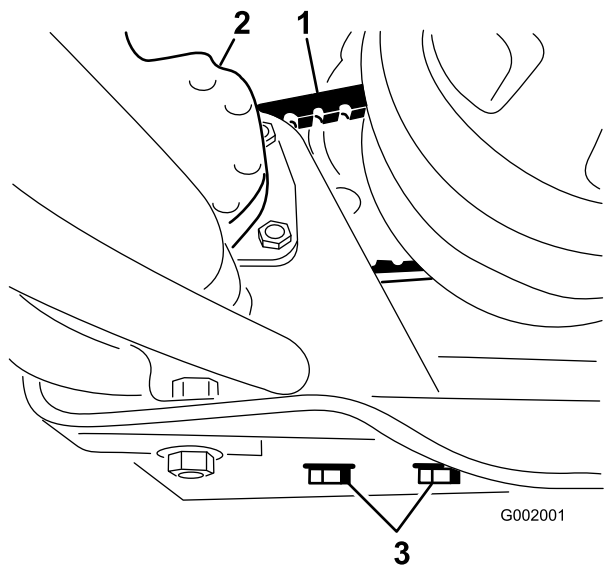

Figura 66
2. Desaperte os parafusos de montagem da bomba de direcção (Figura 66).